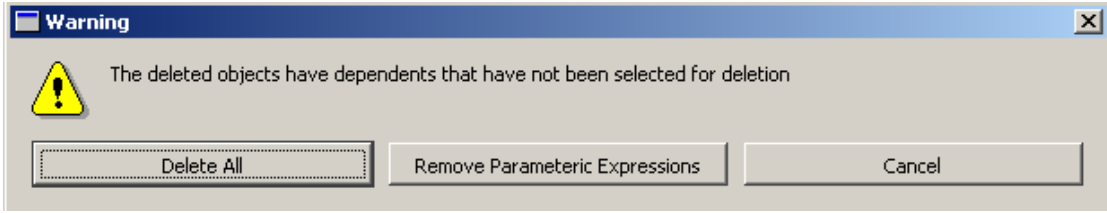
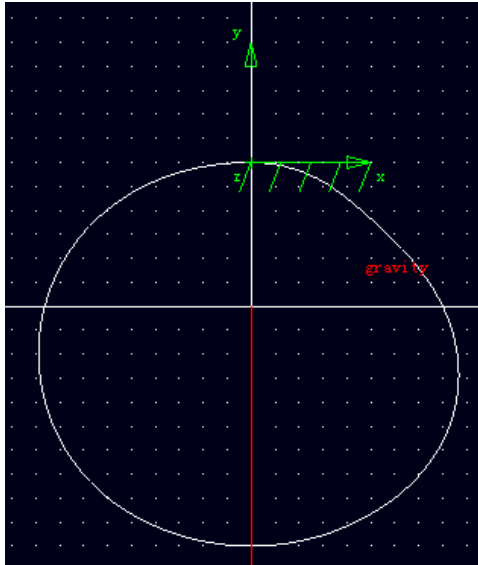

图 4-1 删除命令的提示框
图 4-2 删除球体之后的图形
4.1 凸轮的轨迹曲线生成后，在球体（PART\_2）上右击鼠标，选择 **Part: PART\_2→Delete**，出现如图 4-1 所示的对话框，表示将要删除球体及其与之相关的约束和运动副。点击 **Delete All**，删除球体（PART\_2）。
4.2 在球体（PART\_3）上右击鼠标，选择 **Part: PART\_3→Delete**，同样出现图 4-1 所示的对话框，点击 **Delete All**，删除球体（PART\_3）。删除之后的图形如图 4-2 所示。